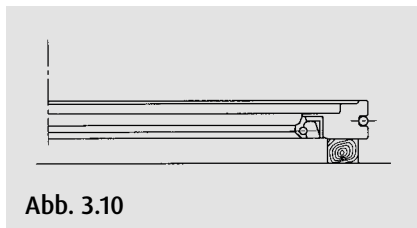

Abb. 3.10
4. Alle Flächen des Dichtungsträgers leicht einfetten (Stirnflächen fettfrei lassen), auf Dichtlippe und O-Ring dick Fett auftragen. Lastzonenmarkierung überprüfen, Dichtungsträger nach Abb. 3.10 auf die Auflageblöcke legen.